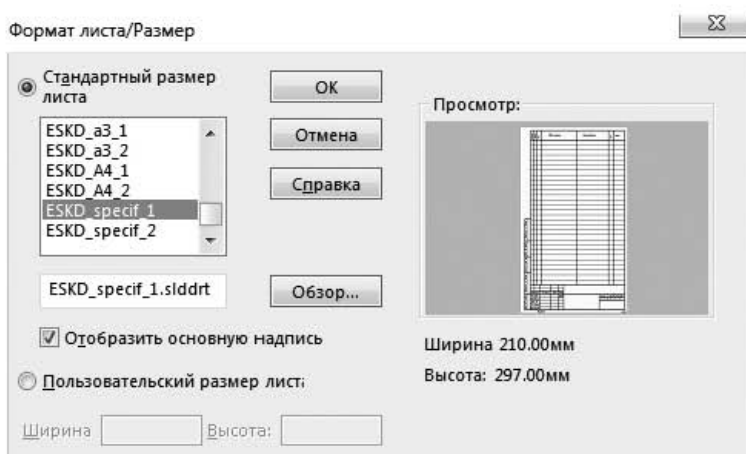

Рис. 6.29. Создание файла чертежа
1. Создайте новый файл чертежа, выбрав шаблон спецификации (рис. 6.29).